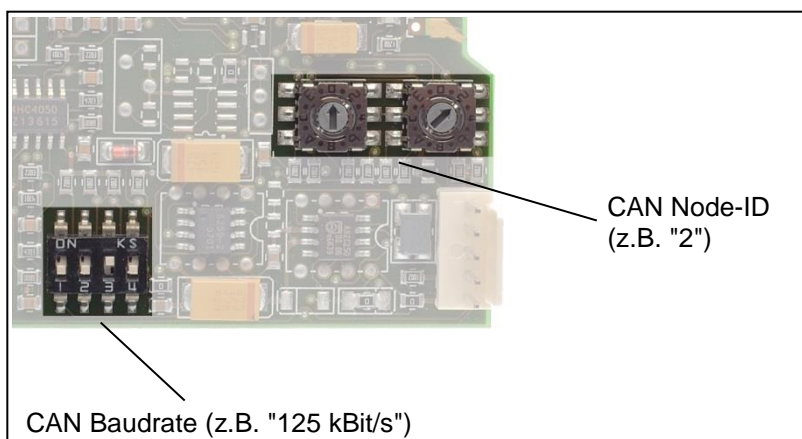

Abb. 7-4: Einstellung von Baudrate und Node-ID an einem CAN-Slave (z.B. DEM.730.10)
- Alle PLM-Slave-Komponenten erlauben die Einstellung der Baudrate mittels Dreh- oder Schiebeschaltern (siehe Abb. 7-4). Die Einstellmöglichkeiten sind der jeweiligen Dokumentation zu entnehmen.
Alle PLM-Slave-Komponenten erlauben die Einstellung der Node-ID mittels Dreh- oder Schiebeschaltern (siehe Abb. 7-4). Die Einstellmöglichkeiten sind der jeweiligen Dokumentation zu entnehmen. Die werkseitig voreingestellte Node-ID ist normalerweise 0. Dieser Wert ist ungültig und muss vor der Inbetriebnahme geändert werden.